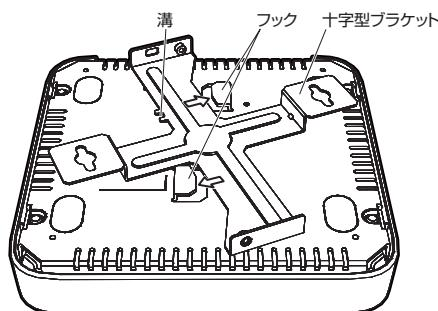
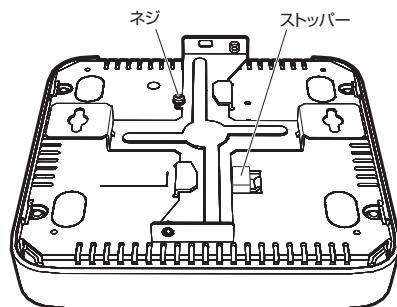

図 2.3.6 十字型プラケットでストッパーを押し下げる
図 2.3.7 十字型プラケットを取り付けた状態
- 5** 図 2.3.6 のように、十字型プラケットでストッパーを押し下げながら、十字型プラケットを矢印の方向に回転させます。十字型プラケットがフックにはまり込み、ストッパーが飛び出します（図 2.3.7）。